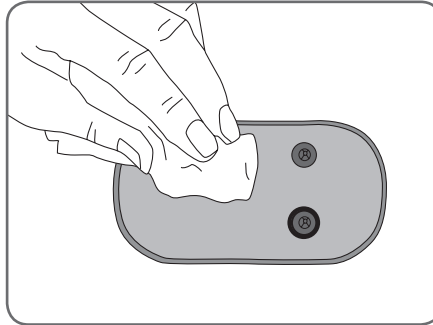

Abbildung 6-22: Abtupfen der Befestigungsseite der Oberschenkel-Gewebeelektrode
5. Tupfen Sie das überschüssige Wasser von der Befestigungsseite der Oberschenkel-Gewebeelektroden ab (siehe Abbildung 6-22).